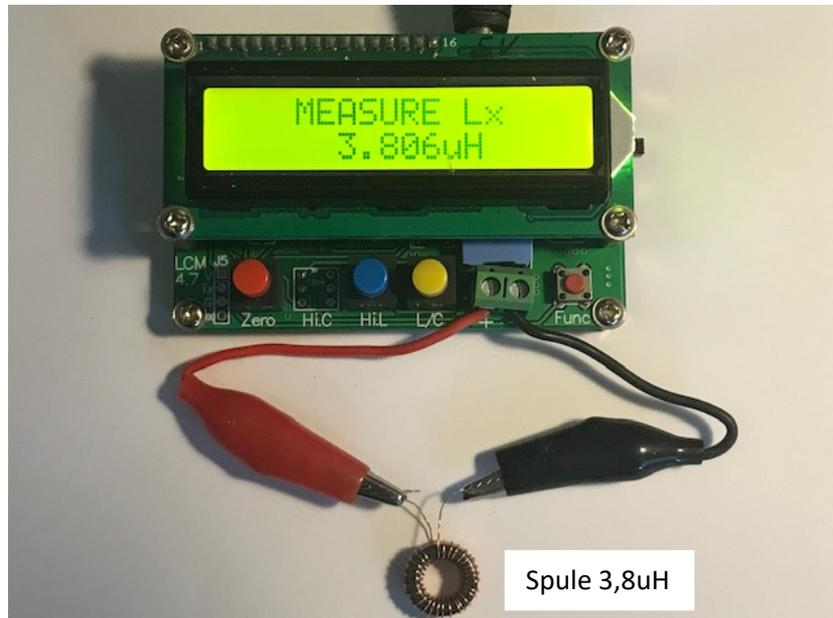
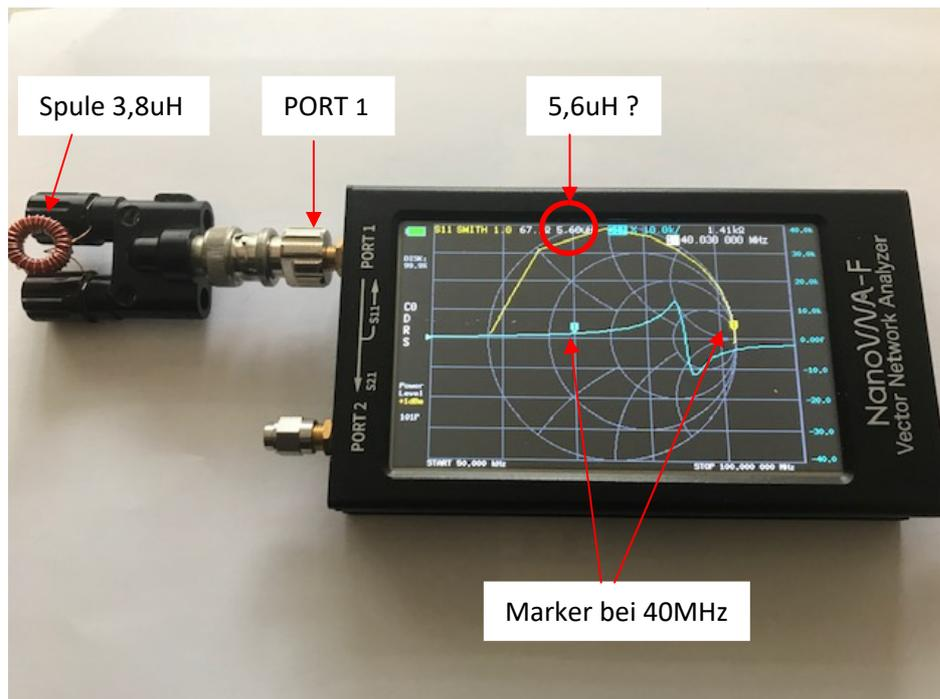

Bild 1: Messwert am LC-Meter: 3,8uH
Bild 2: Messwert am NanoVNA: 5,6uH
Zur Messung der Induktivität und Kapazität von Spulen und Kondensatoren verwendet man im Regelfall ein LC-Meter (**Bild 1**). Ein Ringkern T50-2 (rot), AL=49 mit N=28 Windungen CuL-Draht erzeugt am LC-Meter eine Induktivität von $L=3.8\mu\text{F}$. Wird die Induktivität berechnet, kommt man zum gleichen Ergebnis: $L_x = N^2 \times AL/1000 = 3.8\mu\text{F}$.
Ebenso einfach lassen sich Werte von Spulen (L), Kondensatoren (C) oder Widerständen (R) über PORT 1 (Reflexion) mit einem NanoVNA messen (**Bild 2**). Zur Verbindung der Bauteile mit dem Innenleiter und Masse von PORT 1 verwerde ich einen BNC-Stecker auf Bananenbuchse plus Schraubklemmen.
Als Beispiel verwerde ich den bewickelten Ringkern aus **Bild 1**. Einstellungen am NanoVNA: *S11 Smith Chart*, *S11 Reactance* und ein Frequenzbereich von 50kHz bis 100MHz (**Bild 2**). Im Display werden anschließend die entstehenden Verläufe der Smith Chart (gelb) und Reactance (blau) angezeigt. Im Kurvenzug der Reactance ist zunächst eine unerwünschte Resonanz der Spule bei ca. 65MHz zu erkennen, die aufgrund parasitärer Kapazitäten entsteht. Hinter der Phasendrehung von 180 Grad wird die Induktivität nur noch als Kapazität angezeigt und alle Ergebnisse sind völlig falsch. Aus diesem Grund darf die Induktivität frequenzmäßig nur unterhalb der Resonanz ermittelt werden. Stellt man den Marker jetzt auf z.B. 40 MHz (**Bild 2**), ergibt sich eine Induktivität 5,6uH und bei 10MHz von 4,3uH. Welcher Wert stimmt denn jetzt, 3,8uF, 4,3uF oder 5,6uF?